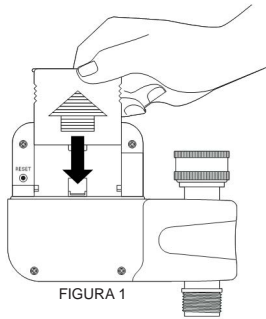

FIGURA 1
(ver figura 1).
3. Instale três pilhas alcalinas AA. Referir-se à bateria compartimento para a correta orientação das baterias, (ver figura 1).